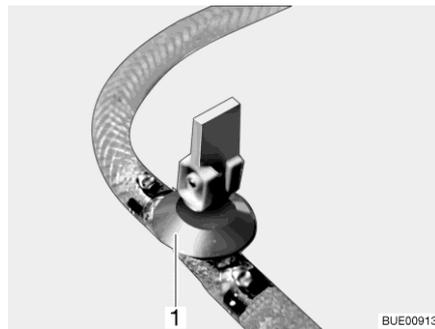
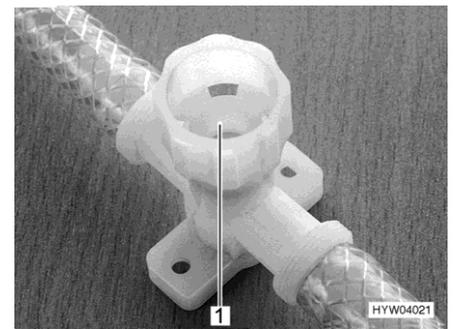

Fig. 182 Rubinetto di scarico (con leva a bilanciere)
Fig. 183 Rubinetto di scarico (con tappo a vite)
- Chiudere tutti i rubinetti di scarico. Mettere la leva a bilanciere del rubinetto di scarico (Fig. 182,1) orizzontale o chiudere il coperchio del rubinetto di scarico (Fig. 183,1) in senso orario.